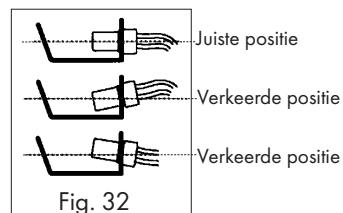

Fig. 32
- Vervang de photocel. Zie Fig. 32 voor de juiste positie van de photocel